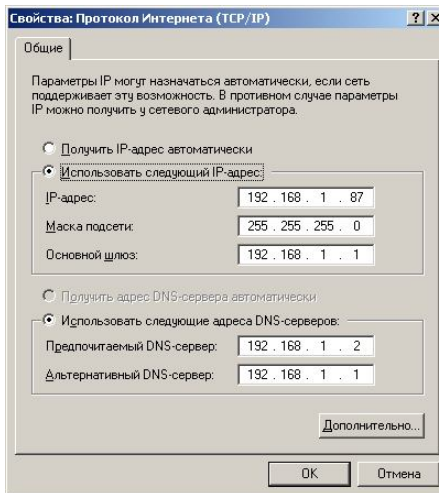

Рисунок 12.4 – Первоначальная настройка IP адреса
11. Откроется окно (рисунок 12.4)